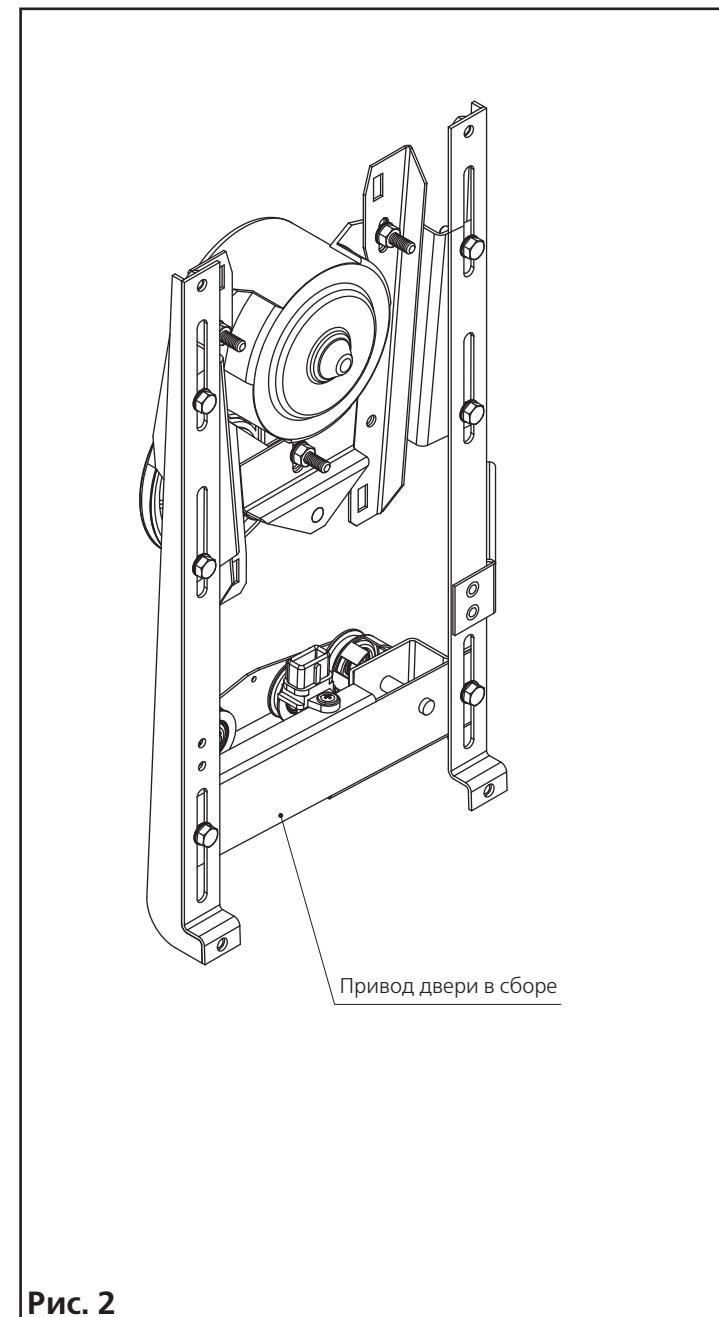

Рис. 2
3.5.9 Проверьте прочность привода двери в сборе (рис. 2).